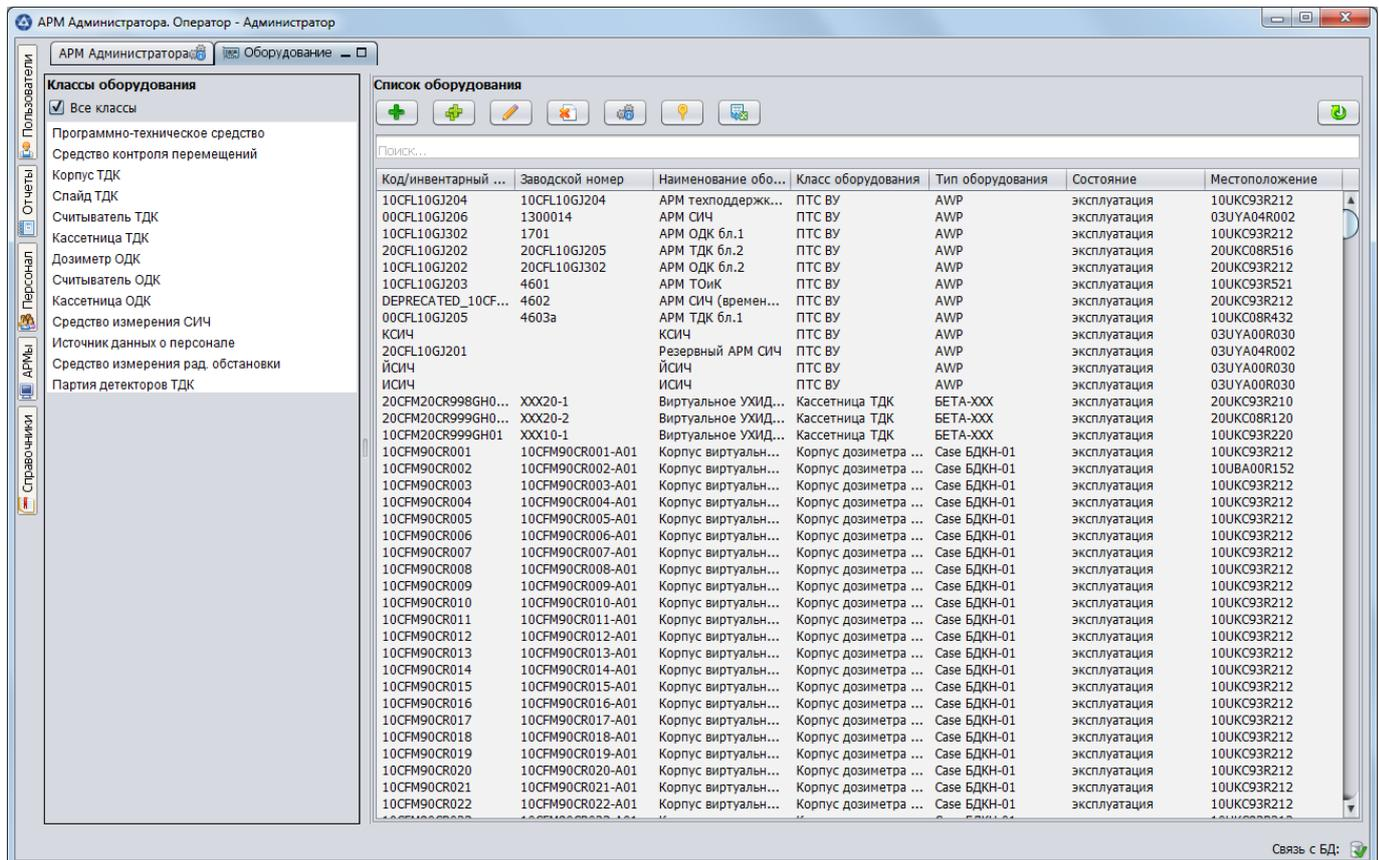

Рисунок 4
3.4.2.1. Панель «Оборудование» предназначена для регистрации оборудования и поддержания в актуальном состоянии данных о состоянии оборудования АСИДК. Состав панели «Оборудование» приведен на рис. 4.